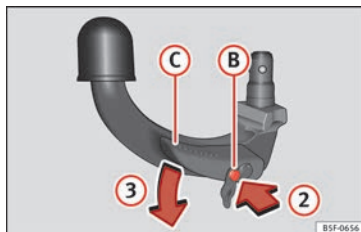

Fig. 234 Passaggio 2
- Premere il perno di sblocco ⑨ nel senso della freccia ② e, al contempo, spingere fino in fondo la leva ③ nel senso della freccia ③ » **fig. 234**.